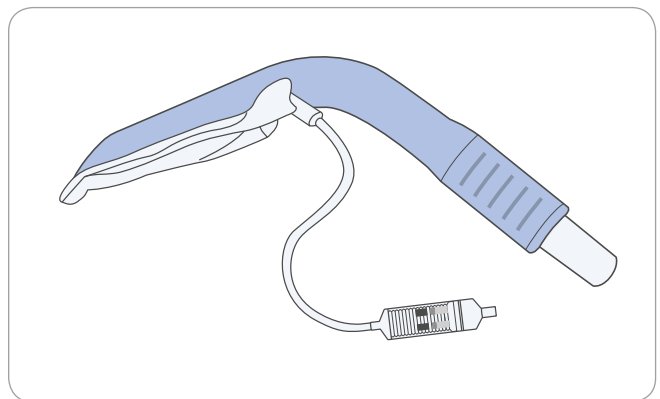

Figure 8. Après avoir donné une forme de coin au ballonnet pendant le dégonflage, déconnecter la seringue du canal de gonflage
4. Maintenir la seringue sous tension tout en la déconnectant rapidement de l'orifice de gonflage. En procédant ainsi, le masque reste correctement dégonflé, comme indiqué sur la **figure 8**.